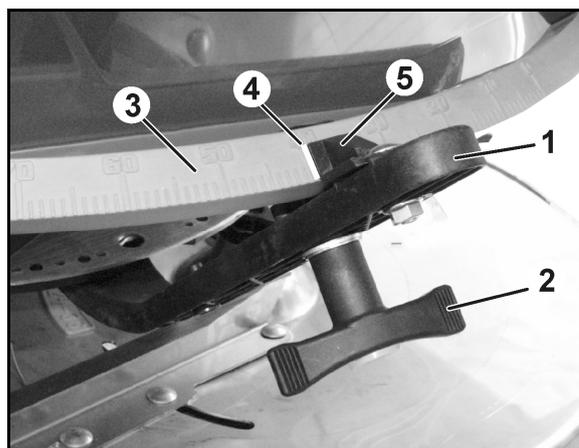

Fig. 51
2. Allentare il galletto (Fig. 51/2).
3. Cercare la posizione della paratoia necessaria sulla scala (Fig. 51/3).
4. Regolare l'angolo di lettura (Fig. 51/4) dell'indicatore della leva di regolazione (Fig. 51/5) al valore della scala.
5. Serrare nuovamente il galletto (Fig. 51/2).